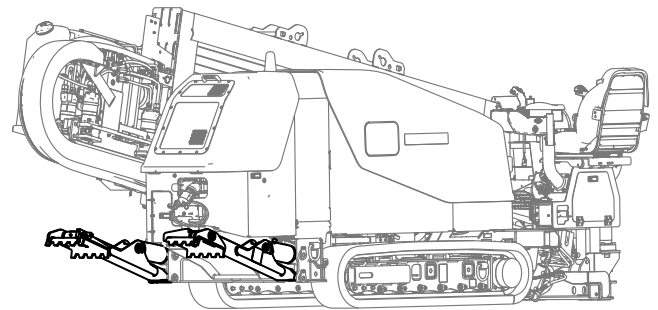

Figura 61
3. Baje los estabilizadores traseros hasta que descansen firmemente en el suelo, o hasta que obtenga el ángulo de entrada deseada (Figura 61).